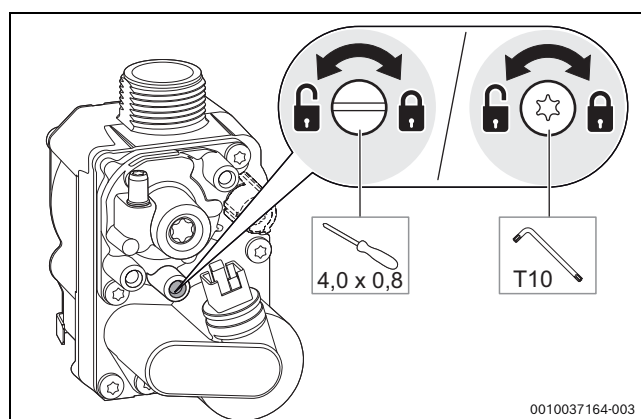

Рис. 89 Измерение подаваемого давления газа
- ▶ Отверните на 2 оборота штуцер для измерения подаваемого давления газа (→ рис. 89).